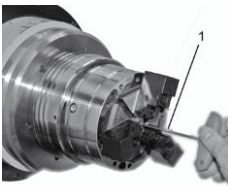

Fig. 24
2. Serrez à fond à l'intérieur l'élément de sûreté à l'aide d'une clé à six pans creux d'ouverture [Fig. 24/1].